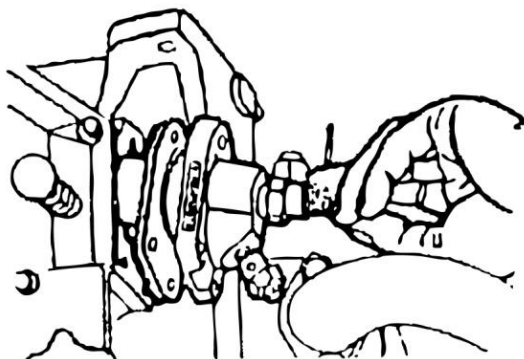

Рис. 19
- Открутите три болта, фиксирующие выпрыскивающий насос, и снимите насос. После этого отрегулируйте впрыск топлива, увеличив количество регулировочных шайб. Обычно, добавление или снятие одной регулировочной шайбы толщиной 0,1 мм приводит к опережению или задержке впрыска на 1° (См. Рис.19).